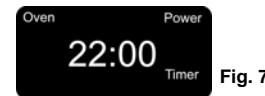

Fig. 7
3. Appuyez sur le bouton Minuterie, puis sur Augmentation/Diminution pour régler la température désirée. (Fig. 7)